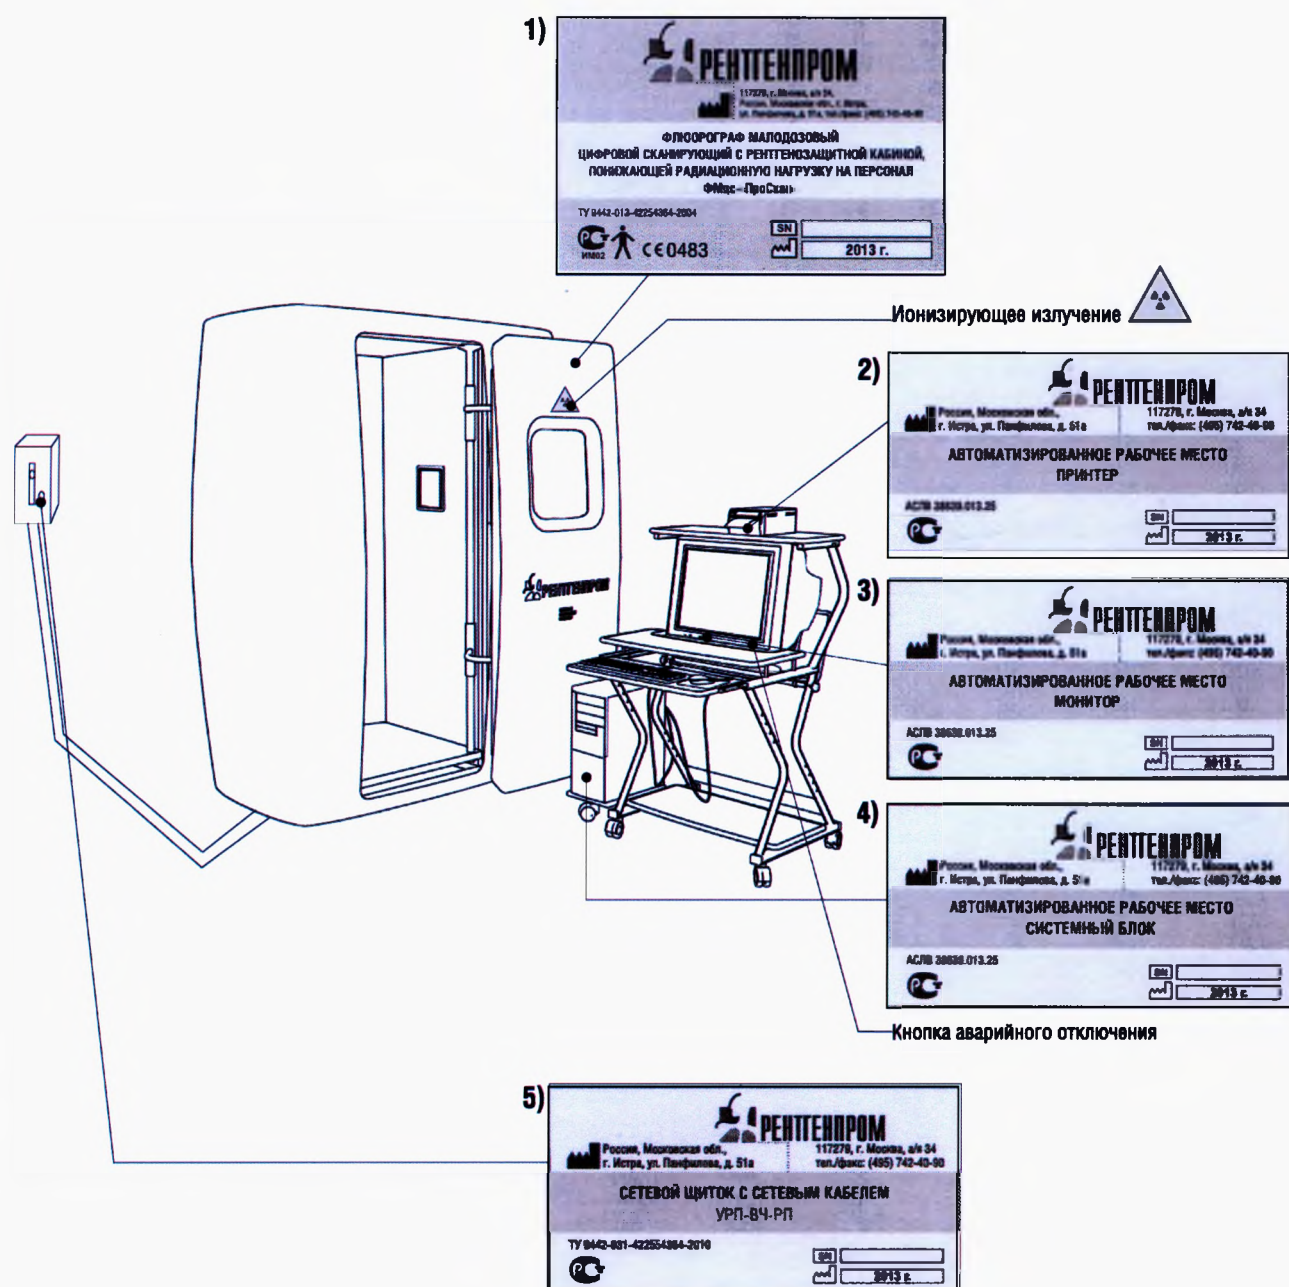
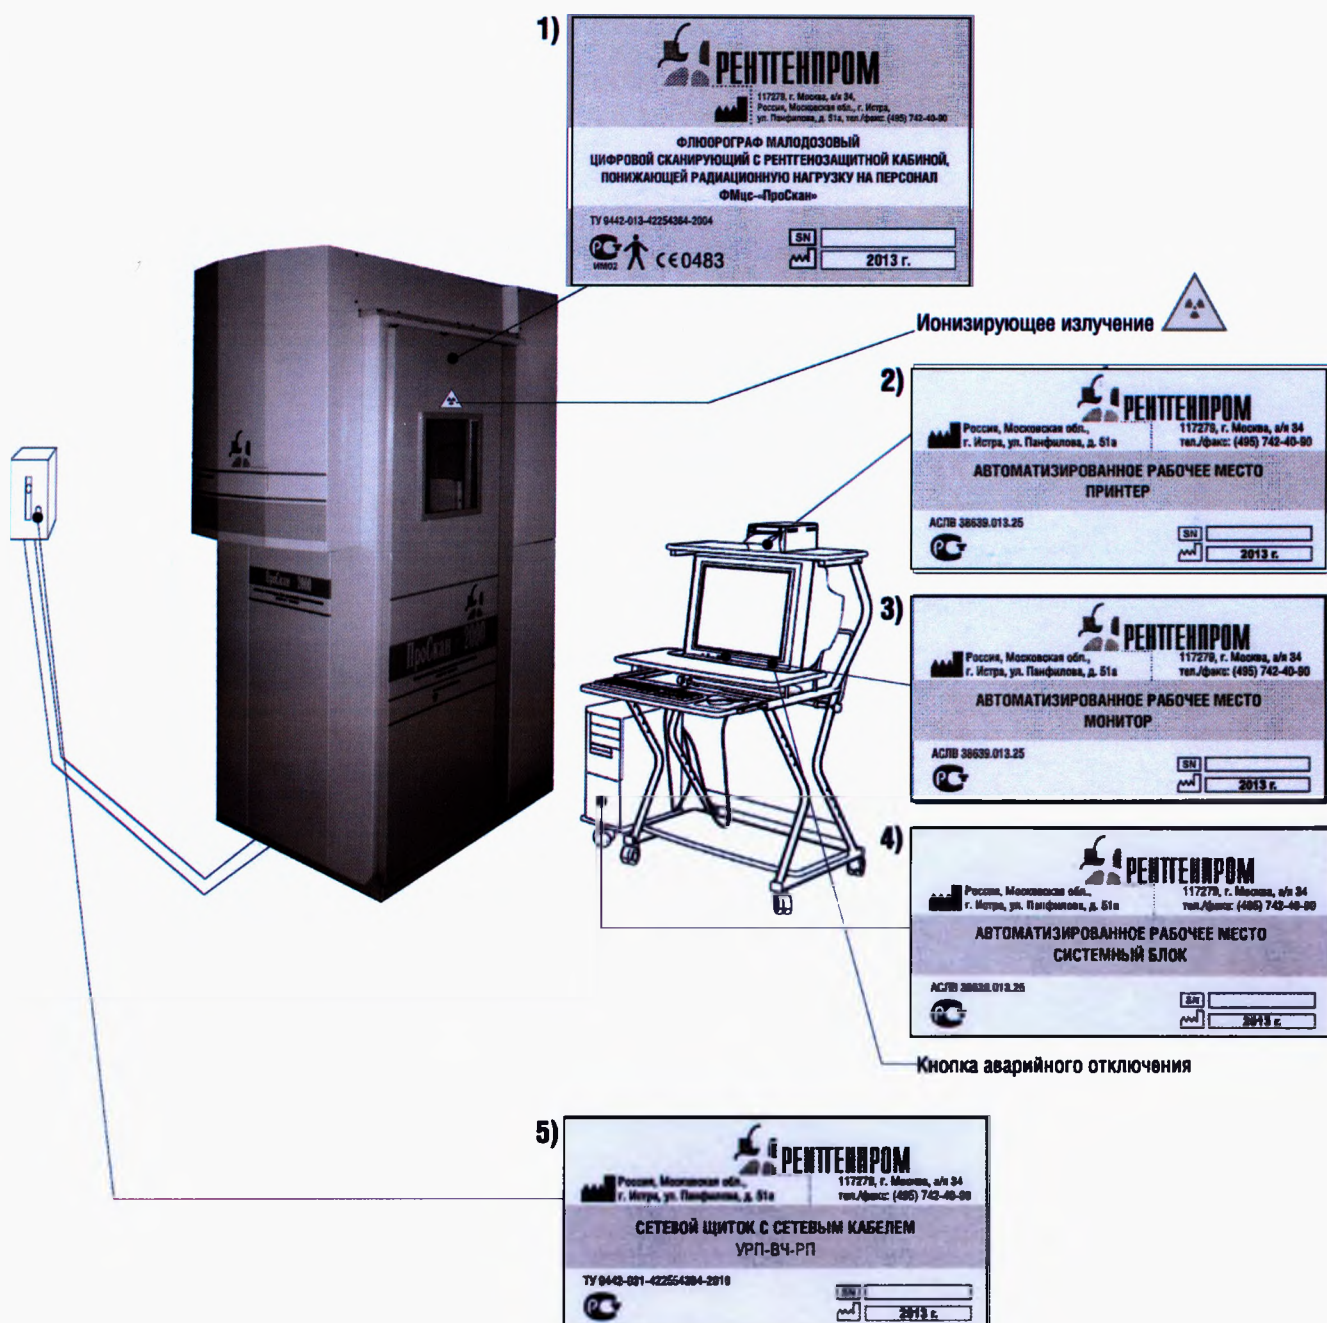

Рисунок 1 – Порядок размещения маркировочных табличек
Рисунок 3 – Порядок размещения маркировочных табличек (металлическая кабина)
3.4 Идентификация флюорографа и его частей, а также информации об их изготовителях осуществляется с помощью маркировочных табличек, содержание и расположение которых показано на рис.1 и 2 (для флюорографа с кабиной из композитных материалов) и на рис.3 и 4 (для флюорографа с металлической кабиной).